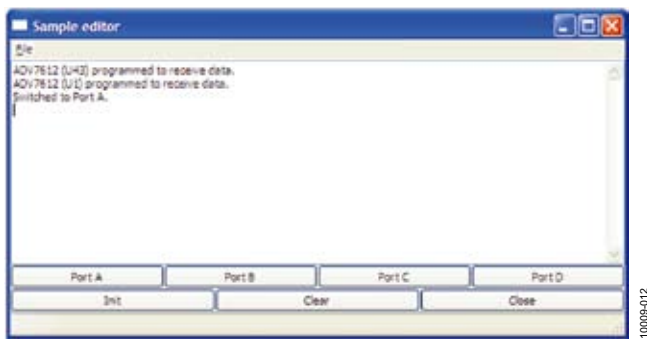

图12. 用于选择HDMI输入的软件
5. 按下初始化按钮。评估板初始化后，点击下列按钮之一：端口A、端口B、端口C或端口D，选择所需的输入（参见图12）。